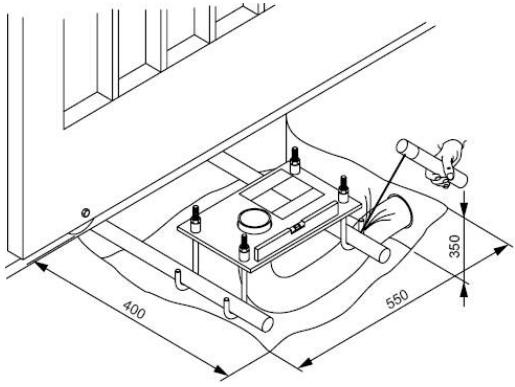

рис.3
- Пластина-основание должна крепиться этикеткой к воротам (см. рис.3).
- Сделайте отверстие в земле, куда потом будет устанавливаться монтажная пластина, размер указан на рис. 3, и цементироватьсья. Зазор между зубчатым колесом моторедуктора и зубчатой линейкой должен составлять 4-5мм.